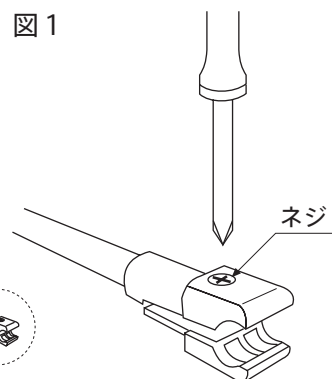

図2
- ・ギャラリーレールにクロスギャラリーを取付けます。（図2、図3）